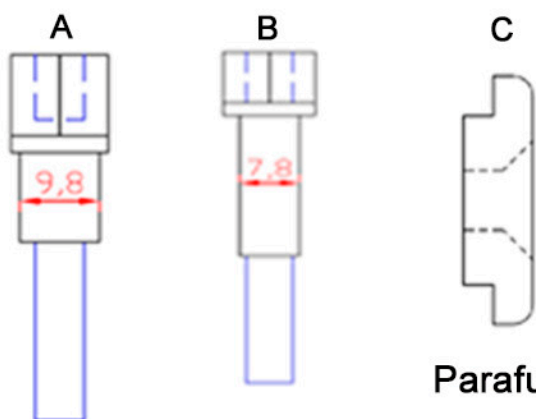

Figura 1
- Monte os pesos laterais com a proteção conforme figura 1.